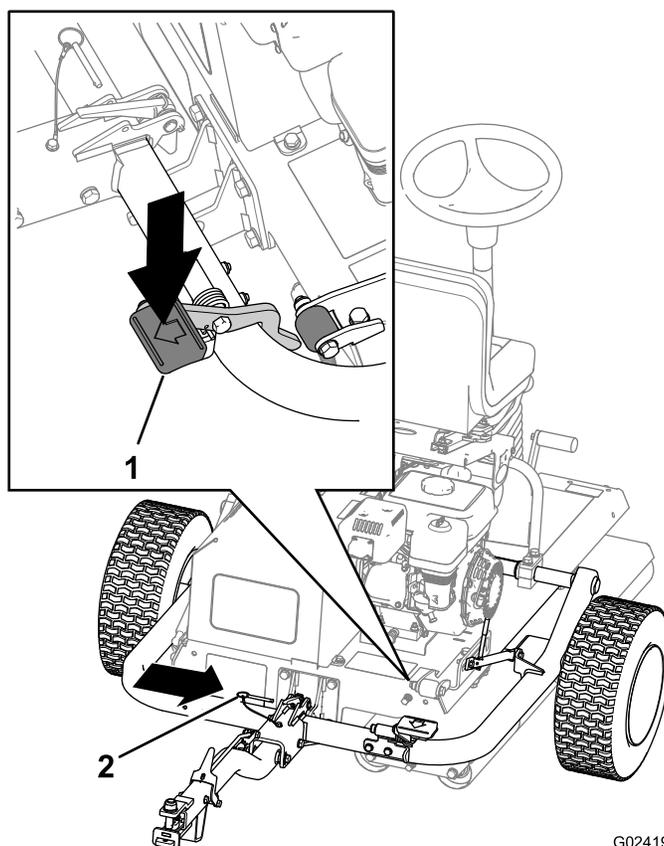

Figure 7
5. Appuyez sur la pédale d'attelage jusqu'à ce que l'attelage se verrouille en place (Figure 7).
6. Insérez la goupille de blocage (Figure 7).